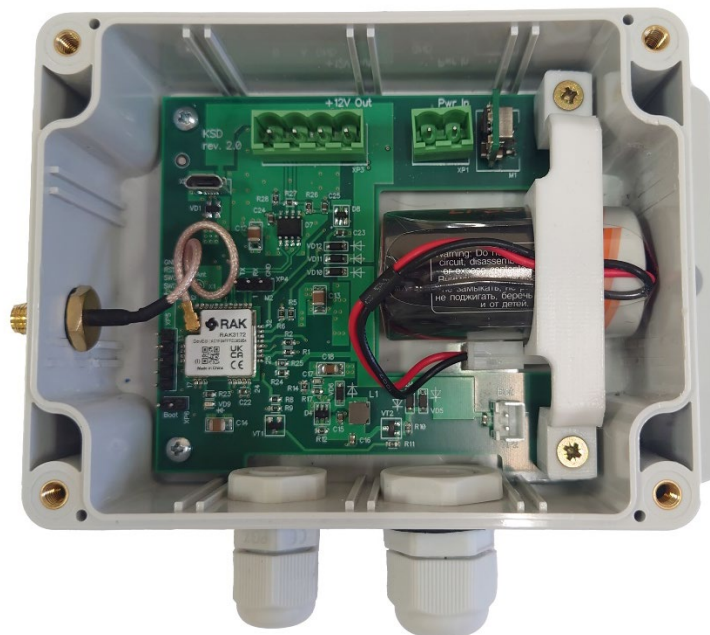

Рисунок 3 – Внутреннее расположение элементов КСИ LoRaWAN.
7. При использовании внешнего электропитания (12/24 VDC) продеть кабель через гермоввод PG-9 (справа на рисунке 3) и подключить к двухконтактной розетке соблюдая полярность. Вставить разъем в соответствующую двухконтактную вилку XP1 PWR In на верхней части платы (рисунок 3 справа). Схема подключения приведена в Приложении 3 настоящего документа.